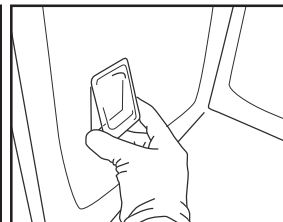

Fig. 9
5. Sæt lampeglasset på igen, og tryk det imod ovnvæggen, indtil det klikker på plads (fig. 9).